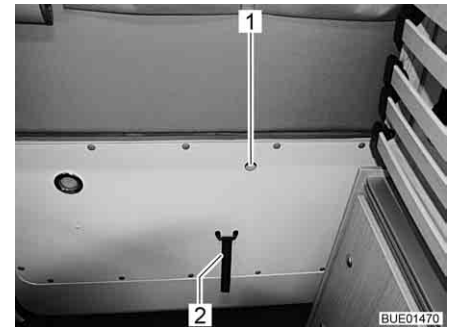

Fig. 35 Déverrouillage du portillon arrière, intérieur
- Tirer le petit levier dans l'ouverture (Fig. 35,1) du doigt vers le haut et pousser simultanément le portillon arrière.
- Saisir le bord du portillon arrière ou la boucle (Fig. 35,2) et fermer le portillon.